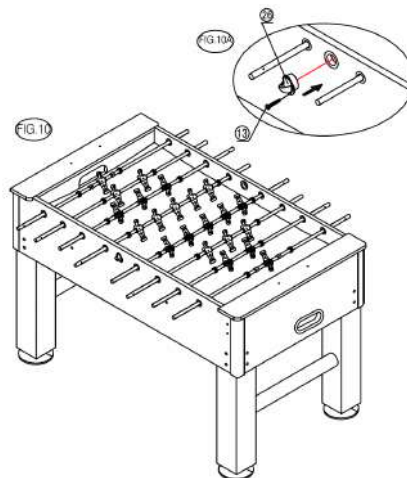

FIG.11.
16) Acoplar a los dos anotadores (#27) a las dos tablas de gol (#2) usando dos tornillos de cabeza plana (#14) por anotador. Véase FIG.11.